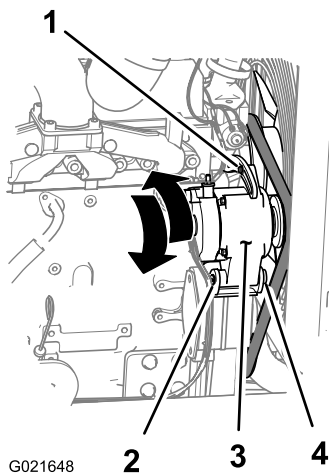

Рисунок 145
3. Ослабьте гайку и болт в шарнирном креплении генератора (Рисунок 145).
4. Ослабьте затяжку регулировочного болта на генераторе (Рисунок 145).
5. Отведите генератор в сторону от двигателя, чтобы увеличить натяжение ремня; подведите генератор ближе к двигателю, чтобы снизить натяжение ремня (Рисунок 145).
6. Затяните регулировочный болт генератора (Рисунок 145).
8. Если натяжение ремня правильное, затяните гайку и болт в шарнирном креплении генератора (Рисунок 145); в противном случае повторите действия, указанные в пунктах 4 – 7.